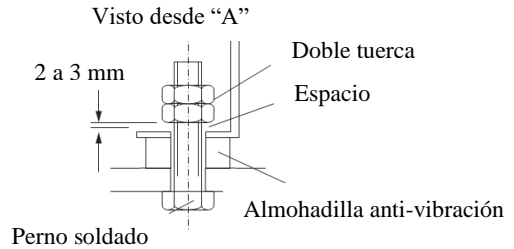

Fig.1
- Deje un espacio en los pernos para permitir un funcionamiento adecuado en las almohadillas (vea Fig.1).